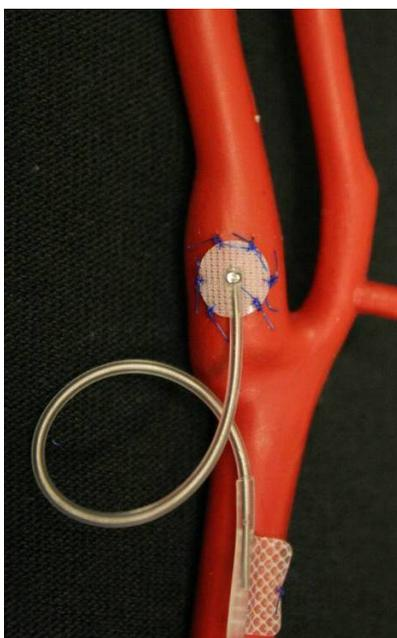

Figure 17 : exemple de boucle anti-tension
- 18) Formez une boucle anti-tension avec le corps de la sonde de stimulation, entre l'électrode et l'onglet de suture (voir l'exemple de la Figure 17).